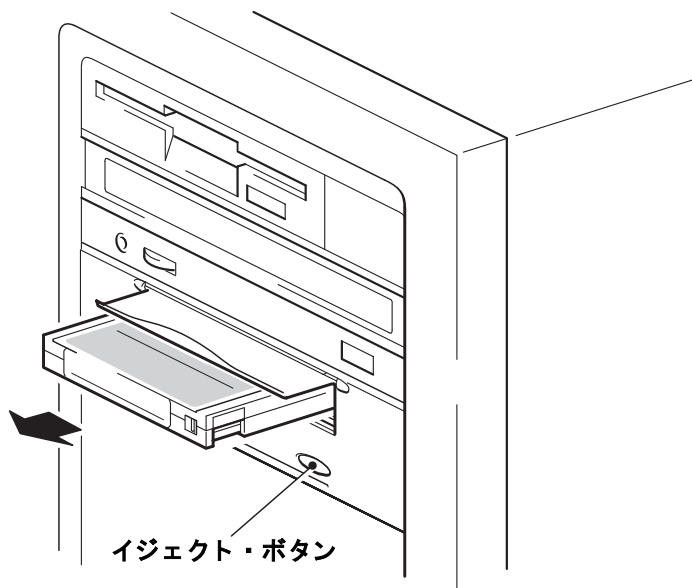

図 10b: カートリッジのアンロード
- 1 フロント・パネルのイジェクト・ボタンを押します（図 10b を参照）。